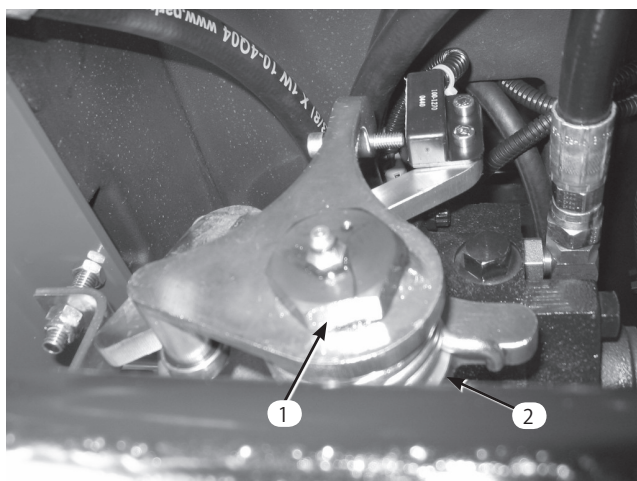

図54
3. 走行調整カムの反対側にある固定ネジをゆるめる (図54)。